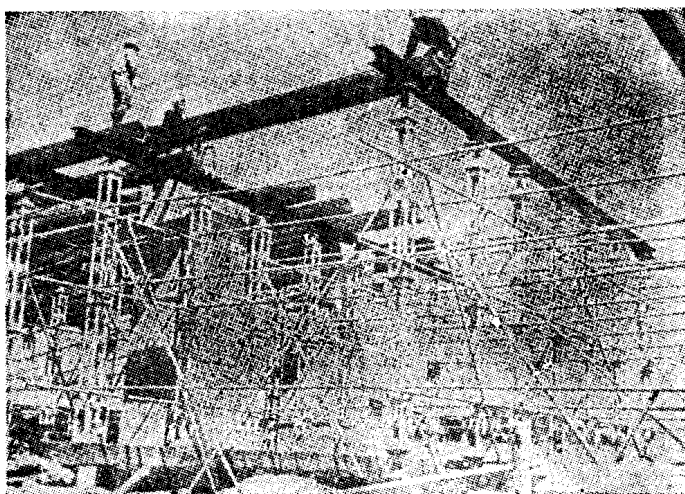

图 1-10 组合钢管支柱模板支撑
(5) 组合钢管式模板支柱 主要用在象高速公路等工程、从地面到板底高度很高时的模板支撑中。其组成, 至少用4根以上的立柱构成四个结构面, 往上接长。上下间隔每4m以内设置水平撑, 各层双向设置剪刀撑(图1-10)。